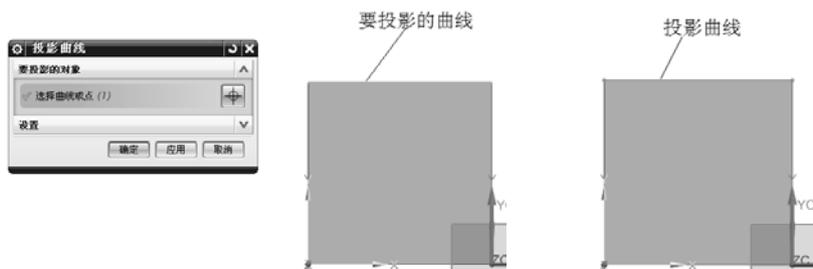

图 2-61 投影曲线
(10) 投影曲线 : 沿草图平面的法向将曲线、边或点投影到草图上, 如图 2-61 所示。